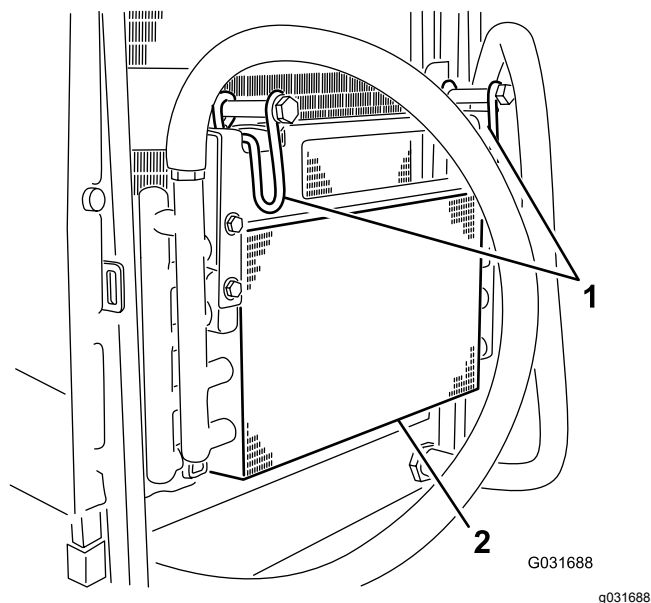

Figura 49
5. Gire los cierres hacia dentro para liberar el enfriador de aceite (Figura 49).